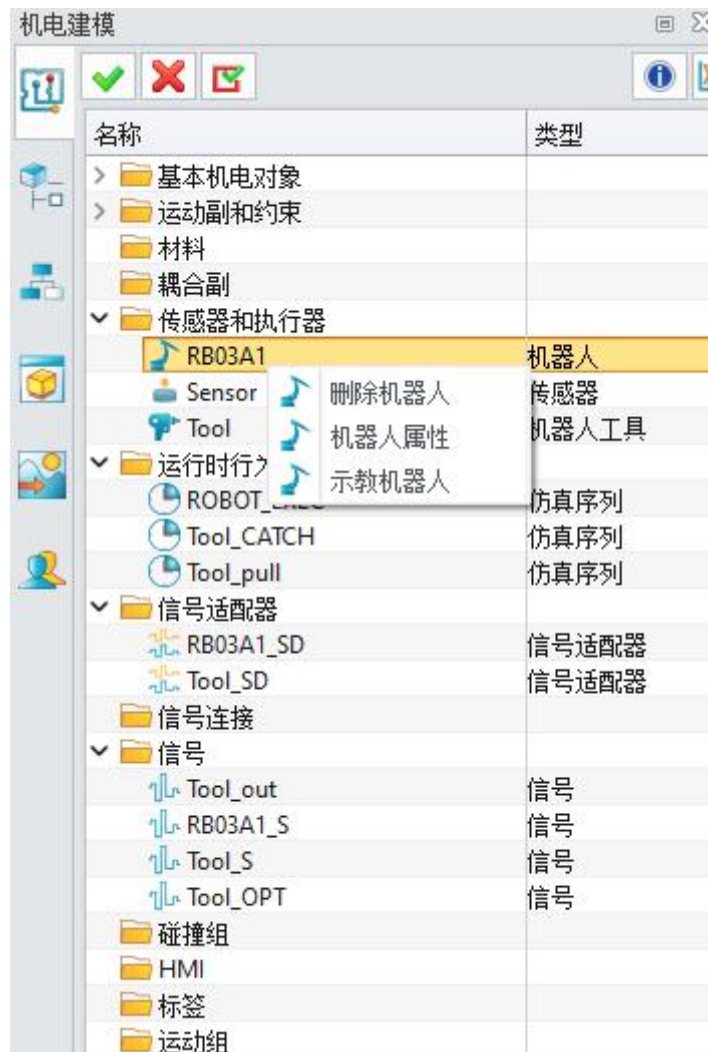

图 10-24: 示教机器人
- ◇ 在创建的机器人执行器上右键单击并选择“示教机器人”开始添加标记点。（图 10-24）